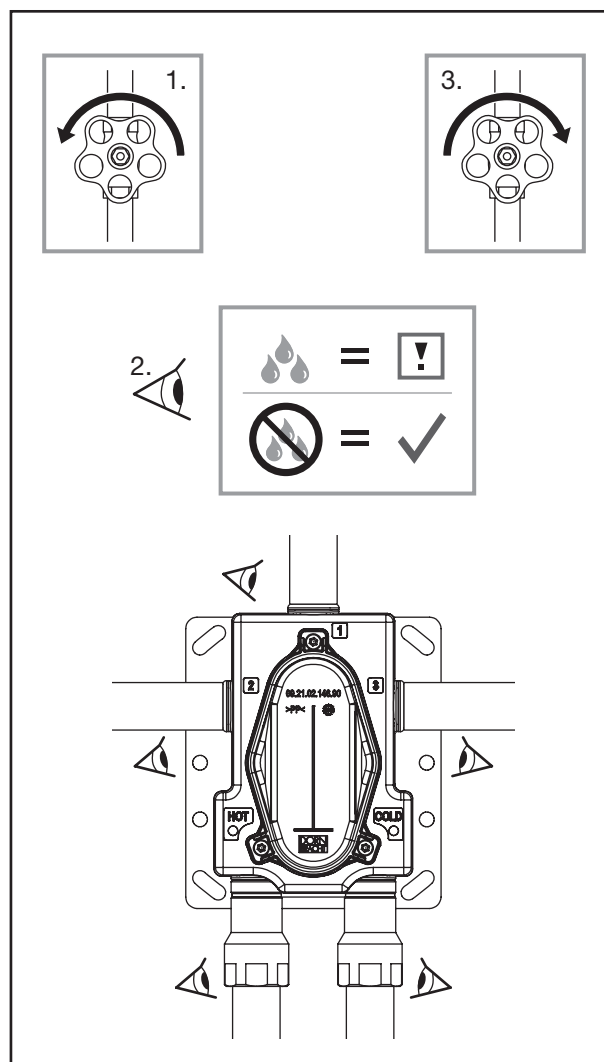

Fig. 10: Täthetsprovning
2. Kontrollera att produktens samtliga anslutningar är täta (fig. 10).